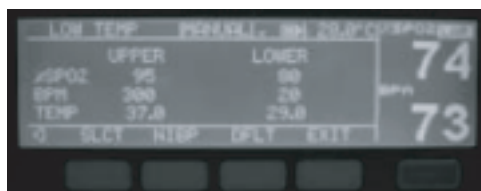

Abbildung 9 : SpO₂ , SPM und Temperatur Alarmgrenzen Einstellung
- **Drücken** ^{LIMIT} um die obere und untere Grenzen der %SpO₂, SPM, TEMP zu betrachten. Sehen die Abbildung 9.